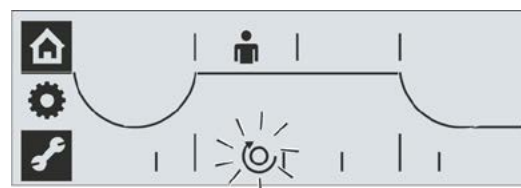

Fig. 3: O menu Posições finais está ativo, direção do fechamento para direita
3. Selecionar a direção de fechamento: Girar o controle de drive. A direção do fechamento mudará no display, no exemplo ao lado, da rotação à esquerda para direita (Fig. 3).